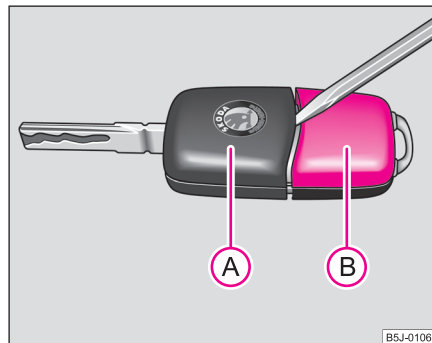

Abb. 19 Schlüssel mit Funk-Fernbedienung trennen
Jeder Funk-Schlüssel enthält eine Batterie, die im Deckel (B) des Sendergehäuses untergebracht ist ⇒ Abb. 19. Wir empfehlen Ihnen, die Schlüsselbatterie von einem Škoda Servicepartner wechseln zu ▶
- Hebeln Sie das Schlüsselteil **(A)** ⇒ Seite 40, Abb. 19 vorsichtig mit einem Schraubendreher vom Sendergehäuse **(B)** ab.